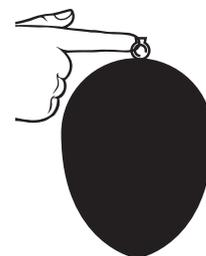

Figure 10: Télécommande sans fil- DÉMARRAGE
5. Appuyez sur l'icône DÉMARRAGE (START) de la télécommande sans fil. (voir figure 10).